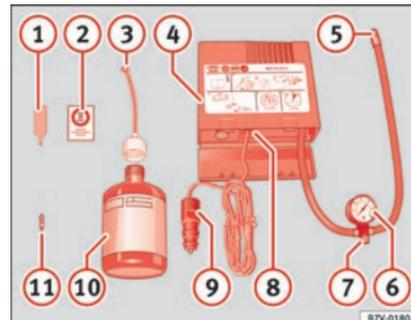

Abb. 50
- Ventilkappe und Ventileinsatz vom Reifeneinsatzdrehen abschrauben. Verwenden Sie den Ventileinsatzdrehen » Abb. 50 ① zum Heraus-schrauben des Ventileinsatzes. Legen Sie den Ventileinsatz auf einem sauberen Untergrund ab.
- Reifendichtmittelflasche kräftig schütteln » Abb. 50 ⑩.
- Schrauben Sie den Einfüllschlauch » Abb. 50 ③ auf die Dichtmittelflasche. Die »
- Verschlussstopfen vom Einfüllschlauch » **Abb. 50** ③ entfernen und das offene Ende ganz auf das Reifenventil stecken.
- Ventileinsatz mit dem Ventileinsatzdreher » **Abb. 50** ① wieder in das Reifenventil schrauben.
- Reifenfüllschlauch » **Abb. 50** ⑤ des Luftkompressors fest auf das Reifenventil schrauben.
- Prüfen, ob die Luftablassschraube » **Abb. 50** ⑦ zuge dreht ist.
- Stecker » **Abb. 50** ⑨ in die 12 Volt-Steckdose des Fahrzeugs stecken »  Seite 119.
- Luftkompressor mit dem EIN- und AUS-Schalter » **Abb. 50** ⑧ einschalten.